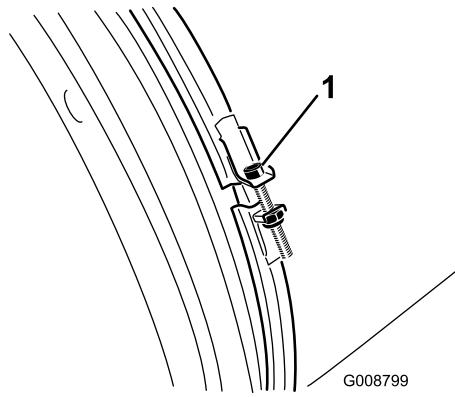

図 48
2. 吹き出し口のクランプに摩耗や破損の兆候がないか点検する 図 48。
3. 毎日、吹き出し口のクランプがゆるんでいないこと確認する 図 48。